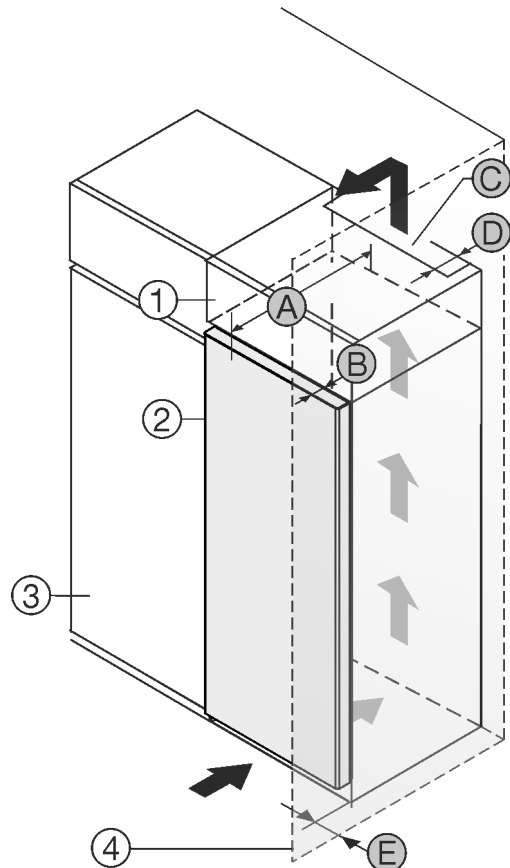

Fig. 1
Aseta laite heti keittiön kaapin Fig. 1 (3) viereen.\*
Lisäkaapin takana on oltava lisäkaapin levyinen poistoilma-kuilu, jonka syvyys on Fig. 1 (D)\*.
Katon alapuolelle on jätävä ilmanvaihdon poikkipinta-alaa Fig. 1 (C) vastaava tila.\*
Kun laitteen oven saranapuoli asennetaan seinän Fig. 1 (4) viereen, laitteen ja seinän välisen etäisyyden tulee olla vähintään 13 mm.\*
Kun laitteen oven saranapuoli asennetaan seinän Fig. 1 (4) viereen, laitteen ja seinän välisen etäisyyden tulee olla vähintään 57 mm. Tämä vastaa kahvan ulkonemaa oven ollessa auki.\*